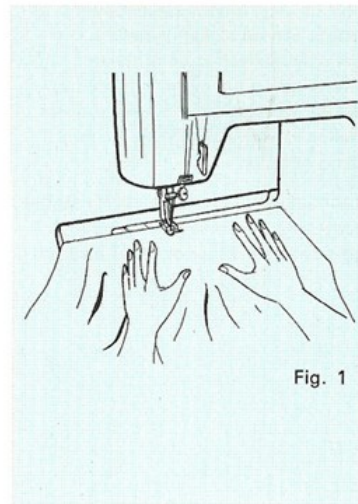

Fig. 1
4. voldoende garen (onder- en bovendraad)  $\pm 10$  cm. onder het voetje naar achter worden gelid (zie fig. 1).